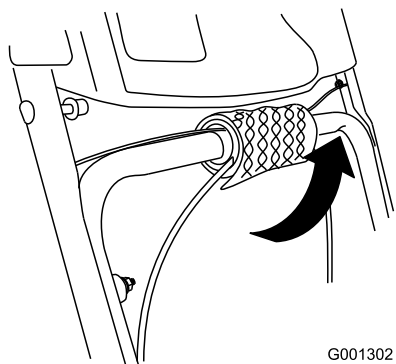

Figura5
1. Desfășurați capetele de cablu de pe mânerul inferior (Figura5).